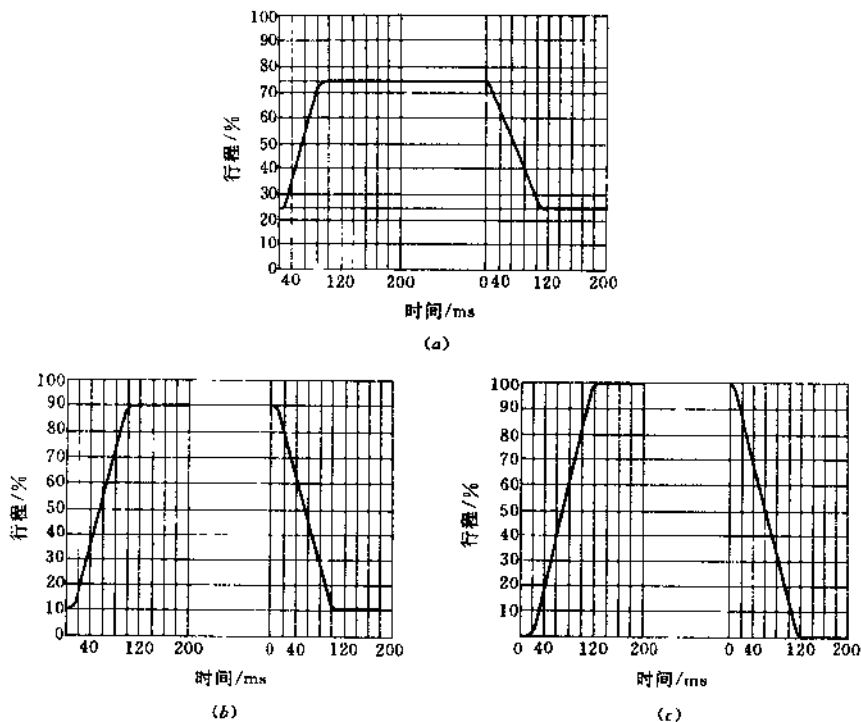

图 21.7-33 4WR 型(32 通径)先导式比例换向阀行程时间曲线
(D) 4WR 型(32 通径)先导式比例换向阀特性曲线(见图 21.7-33)